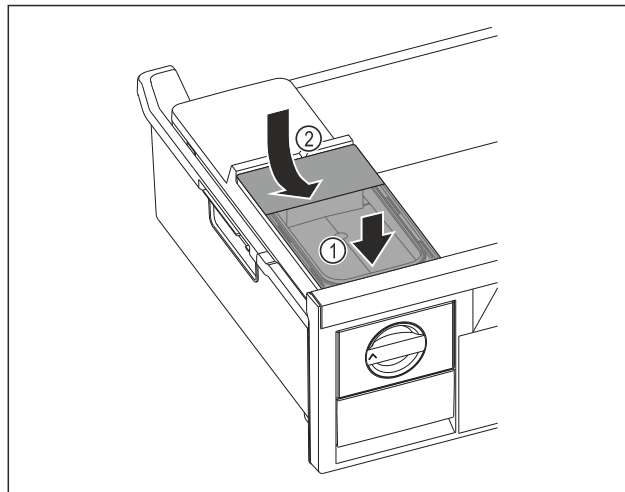

Fig. 77
- ▶ Postavite spremnik za vodu sprijeda Fig. 77 (1)
- ▶ Spustite spremnik za vodu straga Fig. 77 (2)